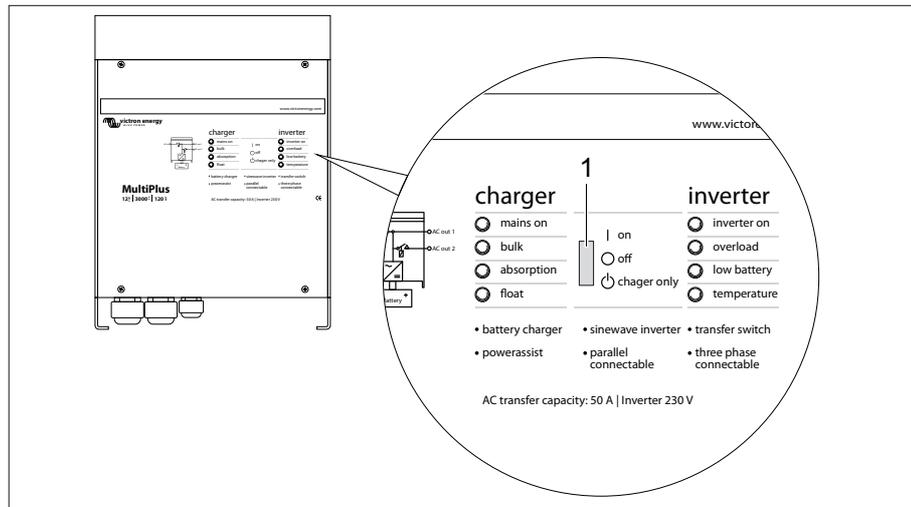

Bild 185 Wechselrichter MultiPlus
Zur ordnungsgemäßen Funktion des Digital Multi Control Panels muss der Kippschalter am Wechselrichter MultiPlus (Bild 185,1) auf "on" stehen.
#### Stellungen des Kippschalters (Bild 185,1)
- ▷ Liegt kein 230-V-Anschluss an und das Fahrzeug wird länger nicht benutzt, muss der Kippschalter (Bild 185, 1) auf "off" stehen. Ansonsten kann es sein, dass die Batterien nach spätestens 3-4 Tagen leer sind.